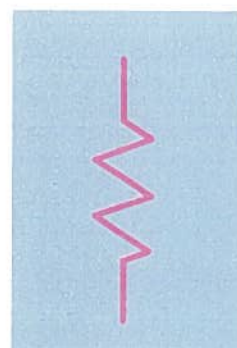

Fig. 7.123
4. Dacă elementul la care este racordată bobina TIF este într-o stare „**necunoscută/nedefinită**”, bobina va fi reprezentată cu culoarea magenta indiferent de nivelul de tensiune. Fig. 7.123